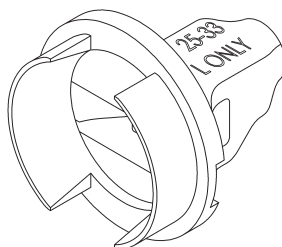

Figure 4 : Rotateur mitral
**Rotateur mitral** – Le rotateur mitral (Figure 4) est conçu pour réorienter une valve in situ en position mitrale uniquement. Le rotateur mitral se distingue du rotateur de valve par son corps plus court et l'absence de sonde d'ailettes.